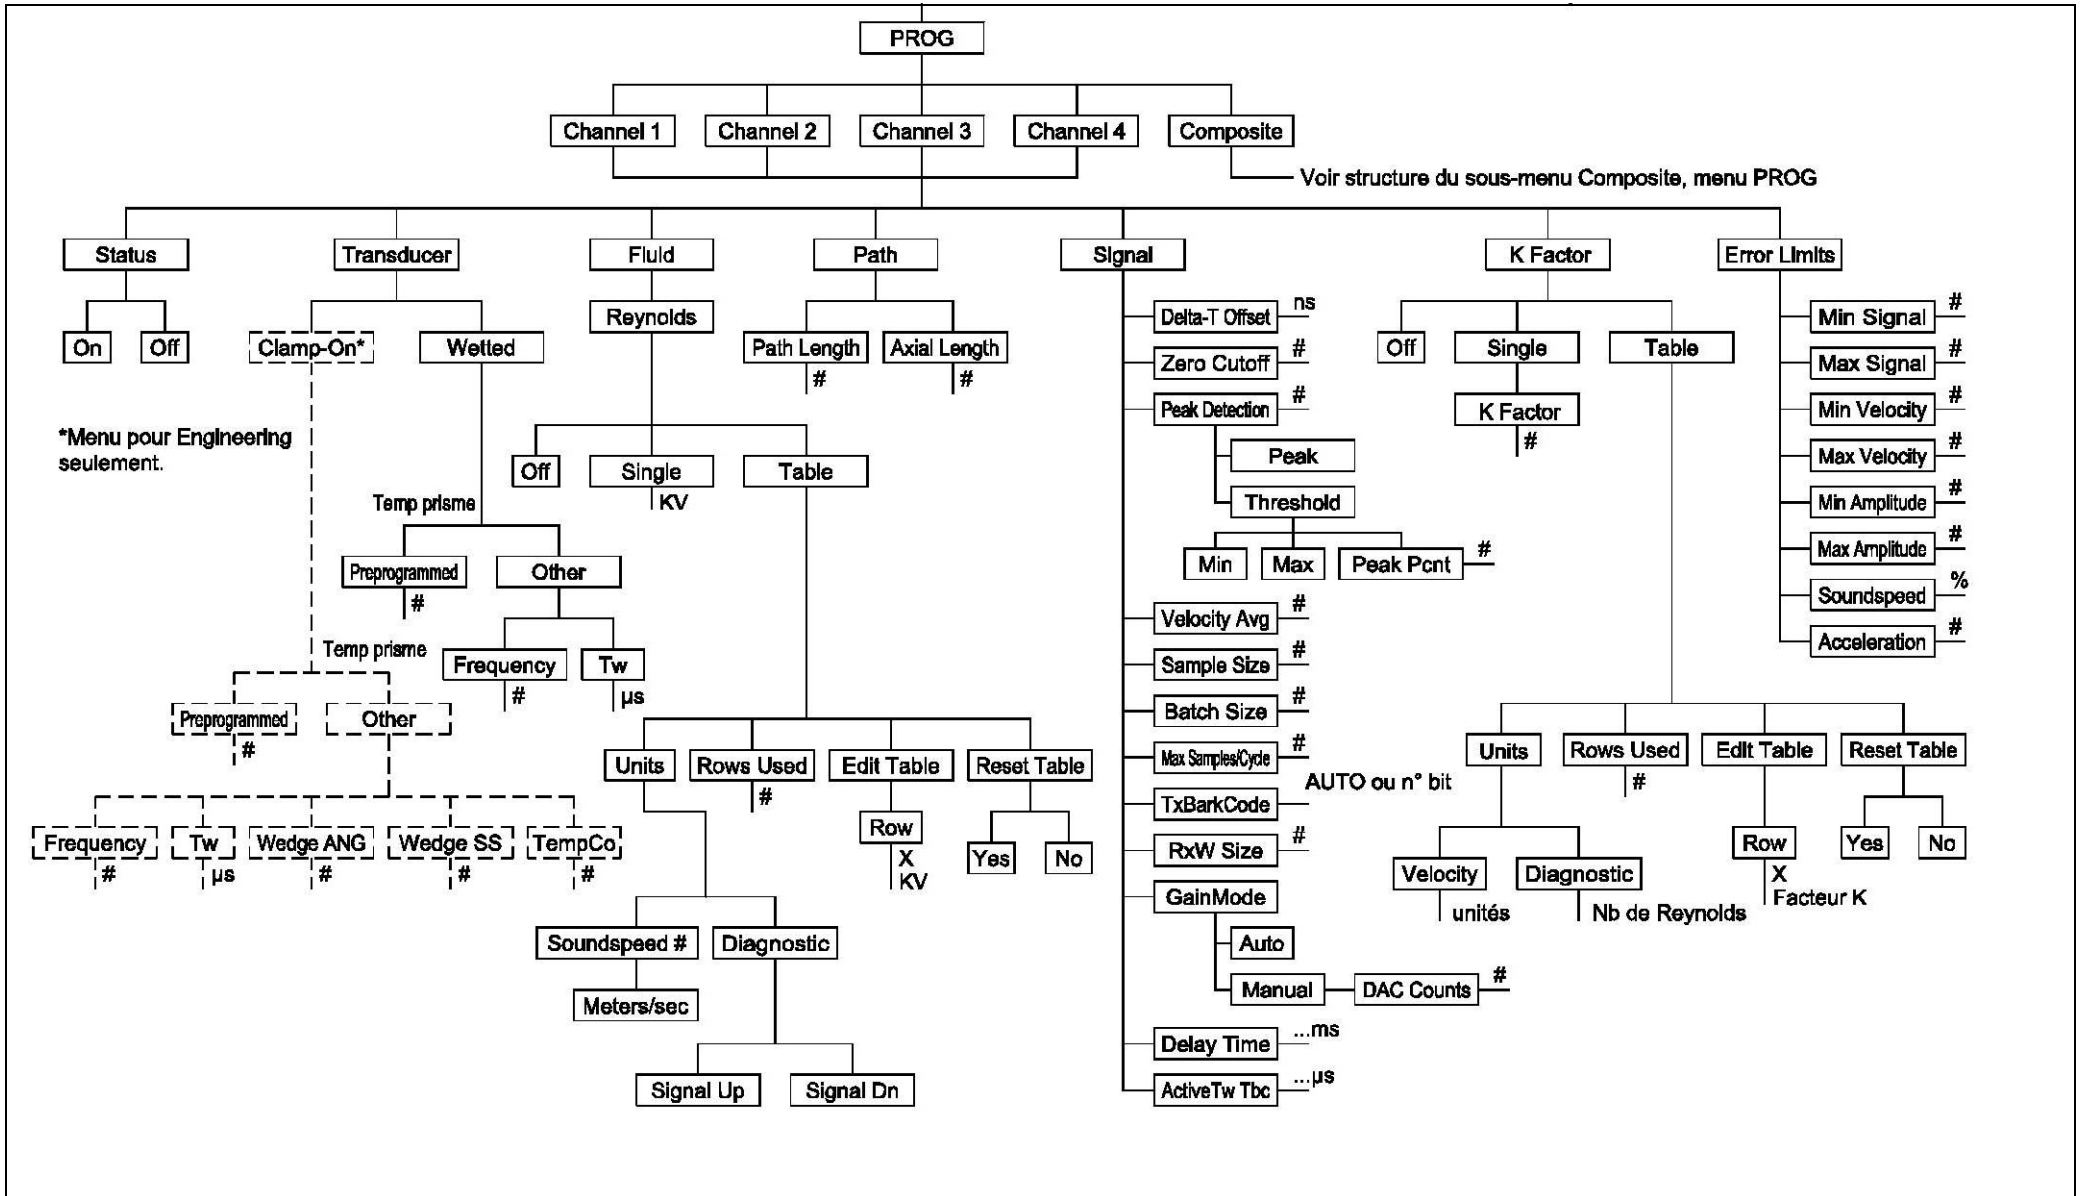

Figure 233: structure du menu PROG
- Figure 233 : Structure du menu PROG (Programmation)